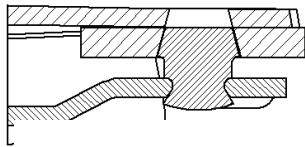

Abb. 3
**Achtung!** Beschädigte, verschlissene oder verbogene Messerklingen sind wegen erhöhter Unfallgefahr, auszuwechseln. Es müssen grundsätzlich alle Messerklingen oder Wuchtgewichte eingesetzt sein (sonst Unwucht). Vor jedem Mähbeginn darauf achten, dass alle Messerklingen nach außen zeigen. Beim Einsetzen und Wechseln der Messer-Klingen unbedingt darauf achten, dass der Zapfen der Messerhalter in die Bohrung unterhalb der Messerplatte eingerastet ist (Abb. 3). Das gleiche gilt beim Wechseln der Messerhalter